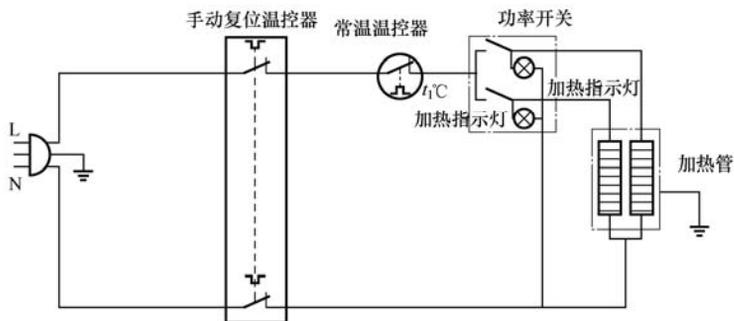

图 5-82 海尔 FCD-H80H (E) 型电热水器电气原理图
【要点点拨】海尔 FCD-H80H (E) 型电热水器电气原理图如图 5-82 所示。